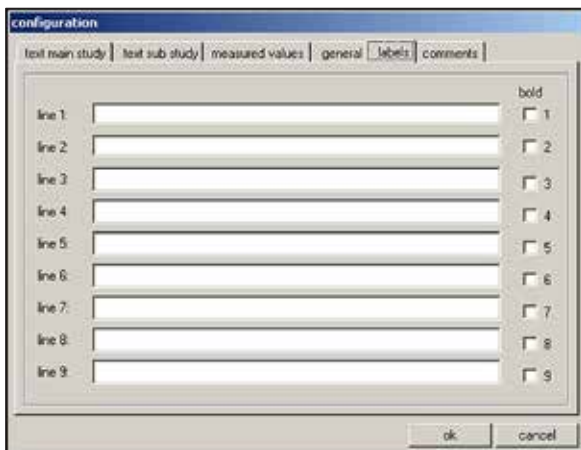

图 39
- 5 **Labels (标贴)** 请参见 (→ 图 39) 中的解释